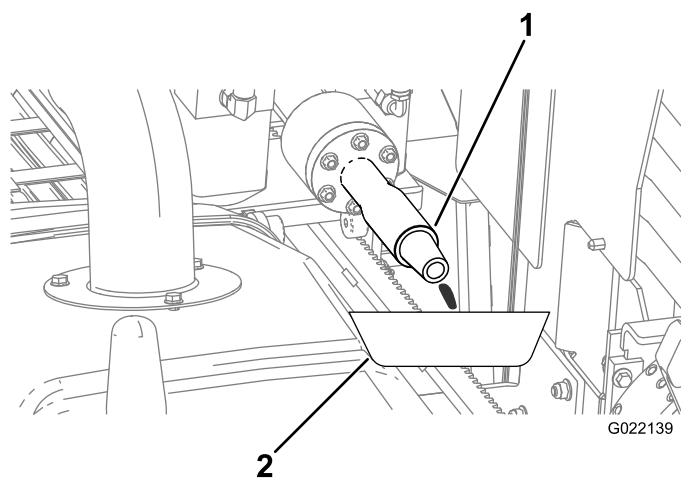

Рисунок 124
- A. Подставьте сливной поддон под буровой шпиндель для сбора утечки антифриза (Рисунок 124).
- Е. Когда антифриз будет выходить из бурового шпинделя (Рисунок 124), выключите насос.